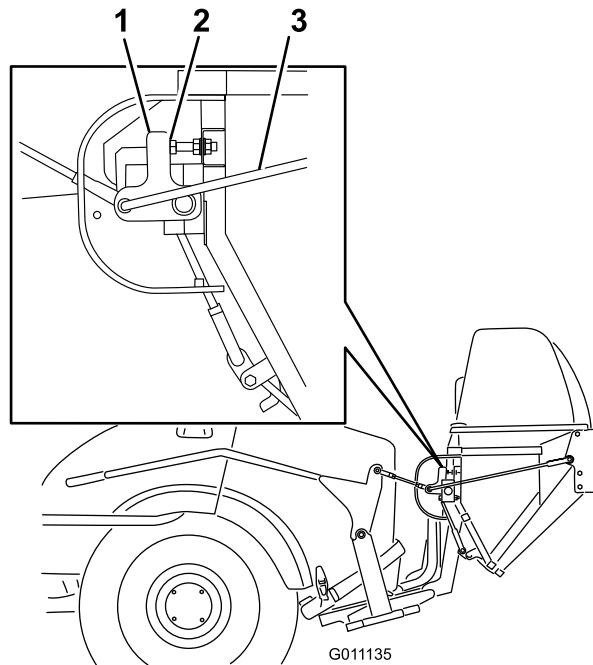

Figura 40
- Con la puerta cerrada, ajuste los tornillos de tope hasta que en brazo de contacto quede en posición vertical (Figura 40).
- Si es necesario, afloje las tuercas y ajuste los tornillos de tope (Figura 40).
- Una vez ajustados los tornillos de tope, puede ajustarse la longitud de los acoplamientos para permitir el cierre completo de la puerta con una fuerza razonable sobre la palanca. Alargue las varillas para reducir la resistencia. Acorte las varillas para aumentar la resistencia (Figura 40).